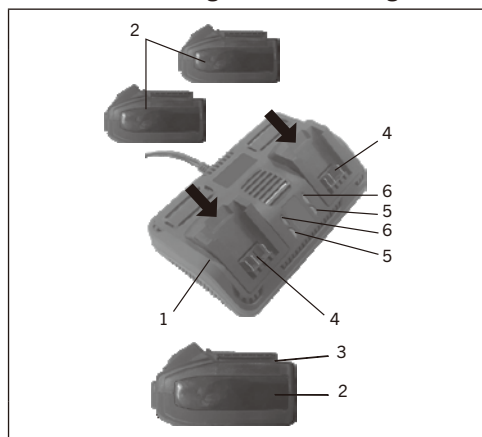

FIG. 1
1. Placez le chargeur de batterie (1) dans un endroit sec à proximité d'une source d'alimentation 110-120 V 60 Hz (Fig.1).
**REMARQUE:** a) Lorsque le chargeur est branché sur la prise murale et qu'AUCUNE batterie n'est sur le chargeur, le voyant vert (5) (Fig.1) s'allumera pour indiquer que le chargeur est « sous tension ».
b) Lorsqu'une batterie déchargée est installée sur le chargeur, le voyant vert s'éteindra et le voyant rouge (6) (Fig.1) CLIGNOTERA. Le voyant rouge clignotant indique que la batterie est en cours de charge.